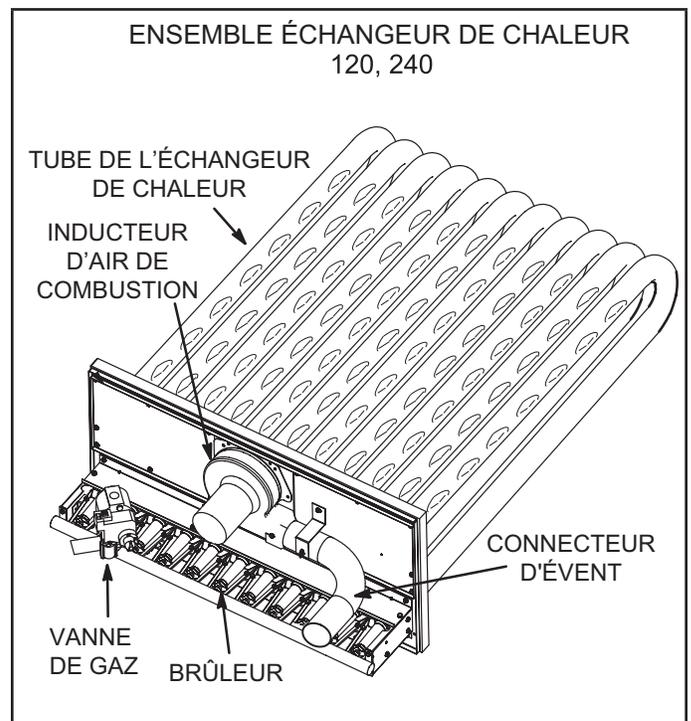

FIGURE 63
- 3 - Retirer et conserver les vis fixant l'inducteur d'air de combustion sur la boîte à feu. Retirer le connecteur d'évent. Voir FIGURE 51 pour les unités 036 et 060 et FIGURE 63 pour les unités 120 et 240.